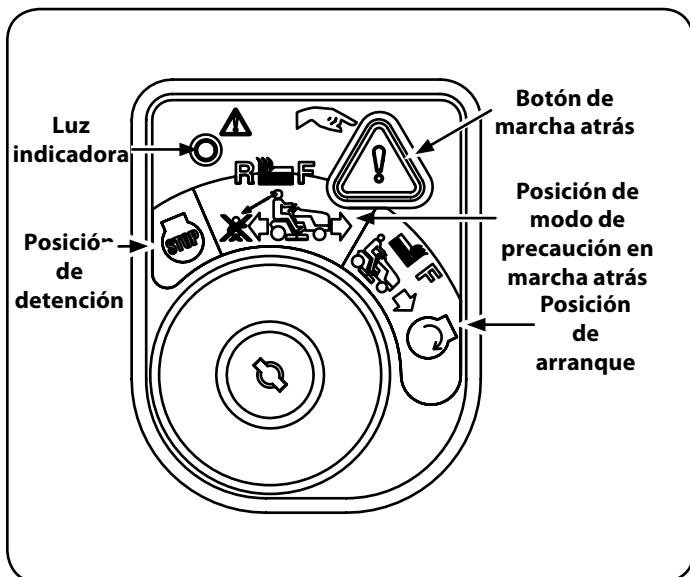

Figura 16
- Gire la llave desde la posición de PODA NORMAL (verde) en la posición MODO DE PRECAUCIÓN EN MARCHA ATRÁS (amarillo) del módulo de interruptor de llave. Vea la Figura 16.
- Pulse el botón MARCHA ATRÁS (naranja, botón triangular) en la esquina superior derecha del módulo de interruptor de llave. La luz indicadora roja en la esquina superior del módulo de interruptor de llave a la izquierda estará en ON mientras esté activado. Vea la Figura 16.